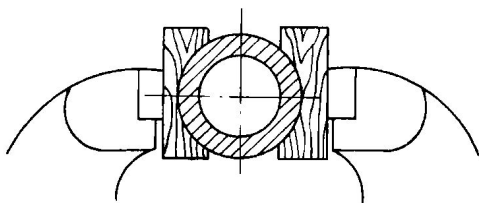

图 1-13 管子的夹持
7) 管子锯割。锯割管子时, 首先要把管子夹持好。对于薄壁管子和加工过的管件, 应夹在有 V 形或弧形的木板之间, 如图 1-13 所示, 以防夹扁和夹坏表面。